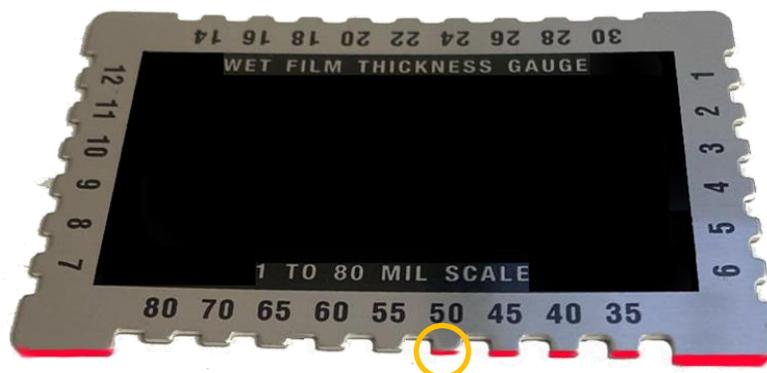

FIGURA 5.- Obtención del espesor de la película de pintura en estado húmedo
- F.4.** Se retira el medidor de espesor de película de pintura en estado húmedo y se examinan sus dientes. El espesor de la película de pintura corresponderá al diente con el mayor espesor que se marque en el elcómetro con la muestra de pintura en estado húmedo, como se muestra en la Figura 5 de este Manual.